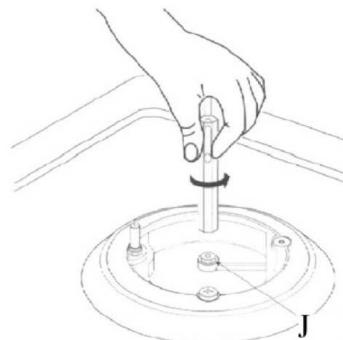

Рис. 7.
- Снимите решетки и крышки горелок с поверхности; См. **рис. 7** ниже.
- При помощи торцевого ключа, снимите старый жиклер (J), и замените его на новый жиклер, соответствующего размера.
См. **рис. 7** выше.